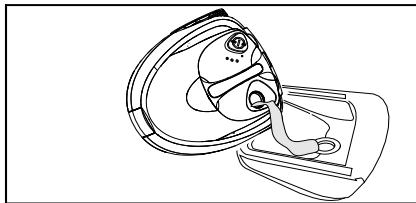

Abbildung 9
- Wasser ausgießen. Dazu das Gerät zur Ecke mit dem Einfülltrichter kippen (siehe Abbildung 9).